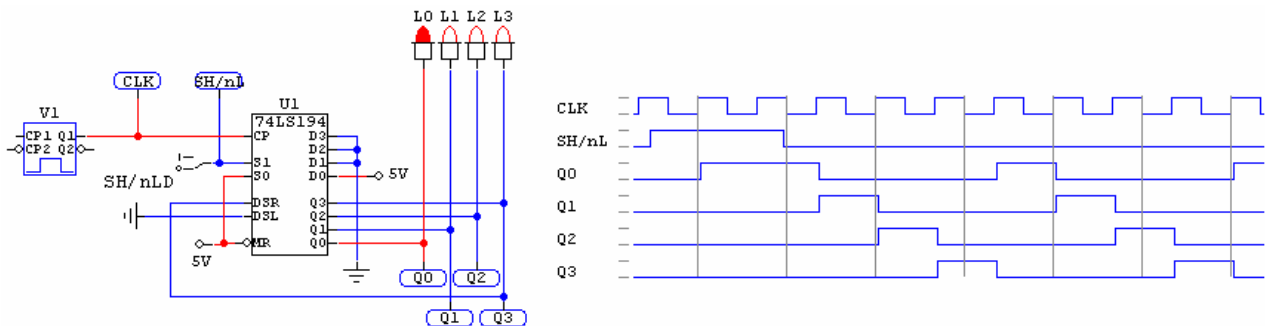

Figura 3.30. Numaratorul în inel pe 4 biți cu 74LS194 și diagramele de semnal.
Aplicația principală este generarea secvențială a unor semnale de comandă destinate comutării succesive a unui număr n de circuite digitale. Numaratorul utilizează un registru combinat cu încărcare și citire paralel (PIPO), prevăzut cu intrare și ieșire serială. Prin încărcare paralelă registrul (numaratorul în inel) se inițiază întotdeauna cu un cuvânt binar de n biți, un bit pe 1 logic, $n - 1$ biți pe 0 logic. Ieșirile paralele sunt necesare pentru a obține n semnale de comandă, fără a mai fi necesar un decodificator. În schema din figura 3.30 se utilizează un registru universal 74LS194 cu $S_0 = 1$ și intrările $D_3 D_2 D_1 D_0 = 0001$.
2. Se comută $SH/nLD = 1$ și se aplică impulsuri de tact un timp nedefinit (figura 3.30).
Circuitul are un *ciclu* de funcționare de n perioade de tact (în cazul din figura 3.30 sunt patru stări distincte). După terminarea unui ciclu începe un alt ciclu identic la ieșirile $Q_3 - Q_0$. Urmărind oricare dintre ieșirile Q_i se constată că circuitul se comportă ca un divizor de frecvență pentru frecvența tactului: